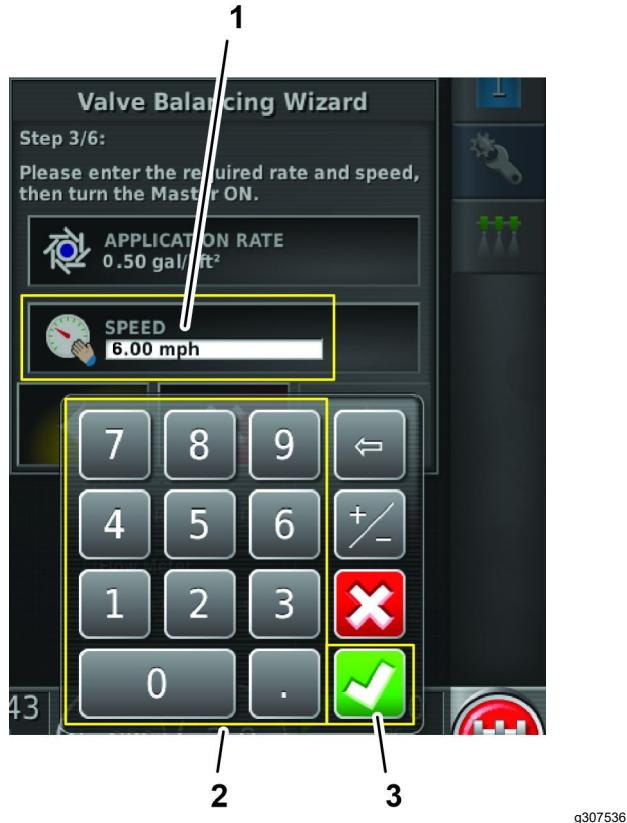

Figura 138
- Con il tastierino numerico inserite la velocità di trasferimento che userete per l'irrorazione, quindi premete l'icona di Conferma (Figura 138).